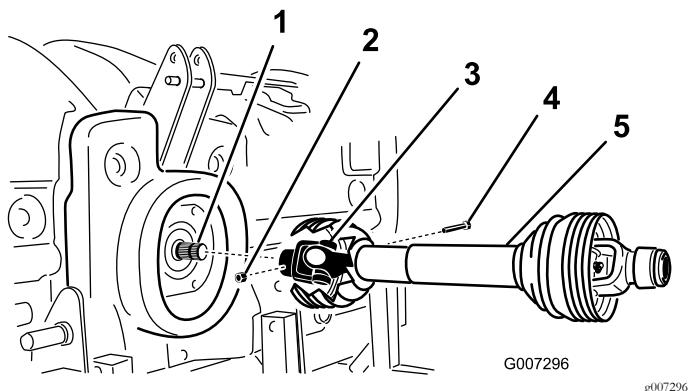

Figura 11
2. Conecte el árbol de la TDF al eje de la caja de cambios con un perno de 1/2 x 3,00 pulgadas y una tuerca de 1/2 pulgadas (Figura 11).